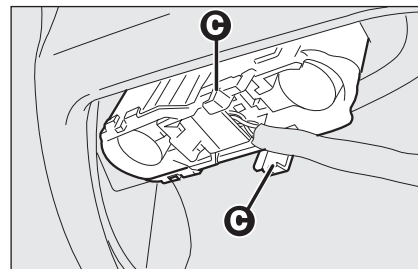

fig. 34
- baisser le volet et enlever le groupe porte-lampes en agissant sur les languettes de retenue **C-fig. 34**;
- réinsérer le groupe porte-lampes en le fixant correctement en position à l'aide des languettes de retenue **C-fig. 34**;